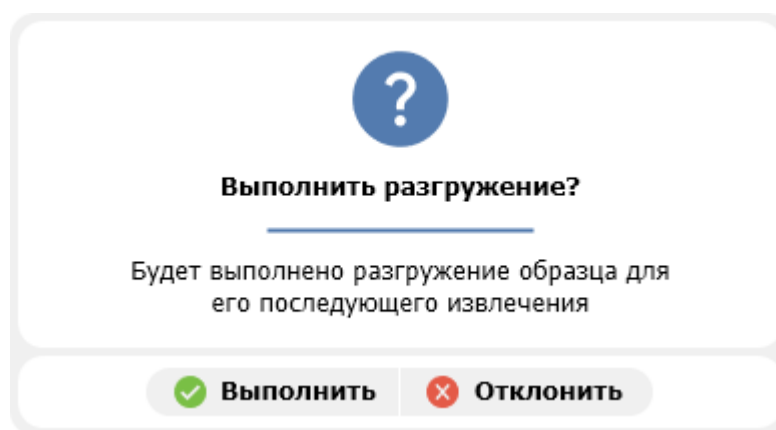

Рисунок 4.4.4
- 7) После завершения нагружения выполните разгружение образца, подтвердив запрос на разгружение нажатием кнопки **Выполнить** (см. рис. 4.4.4).